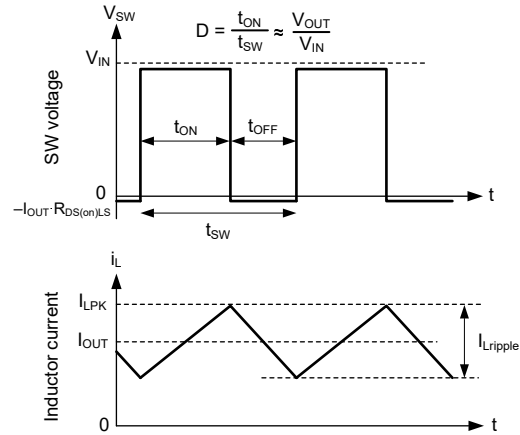

図 7-20. 連続モード (CCM) における SW 電圧とインダクタ電流の波形
以下に示すコンバータの動作説明は、機能ブロック図と図 7-20の波形を参照しています。CCM では、コンバータは内蔵ハイサイド (HS) およびローサイド (LS) NMOS スイッチをさまざまなデューティ サイクル (D) でオンにすることで、出力電圧のレギュレーションを実現します。HS スイッチのオン時間の間、SW ピンの電圧 V_{SW} は V_{IN} の付近までスイングし、インダクタ電流 i_L は線形的な傾きで増加します。HS スイッチは、制御ロジックによってオフにされます。HS スイッチのオフ時間 (t_{OFF}) の間、LS スイッチはオンにされます。インダクタ電流は LS スイッチを通して放電され、LS スイッチの両端の電圧降下によって V_{SW} をグランドより低い電圧まで強制的にスイングさせます。一定の出力電圧を維持するため、制御ループはデューティ サイクルを調整します。D は、HS スイッチのオン時間をスイッチング周期で割った値として次のように定義されます。